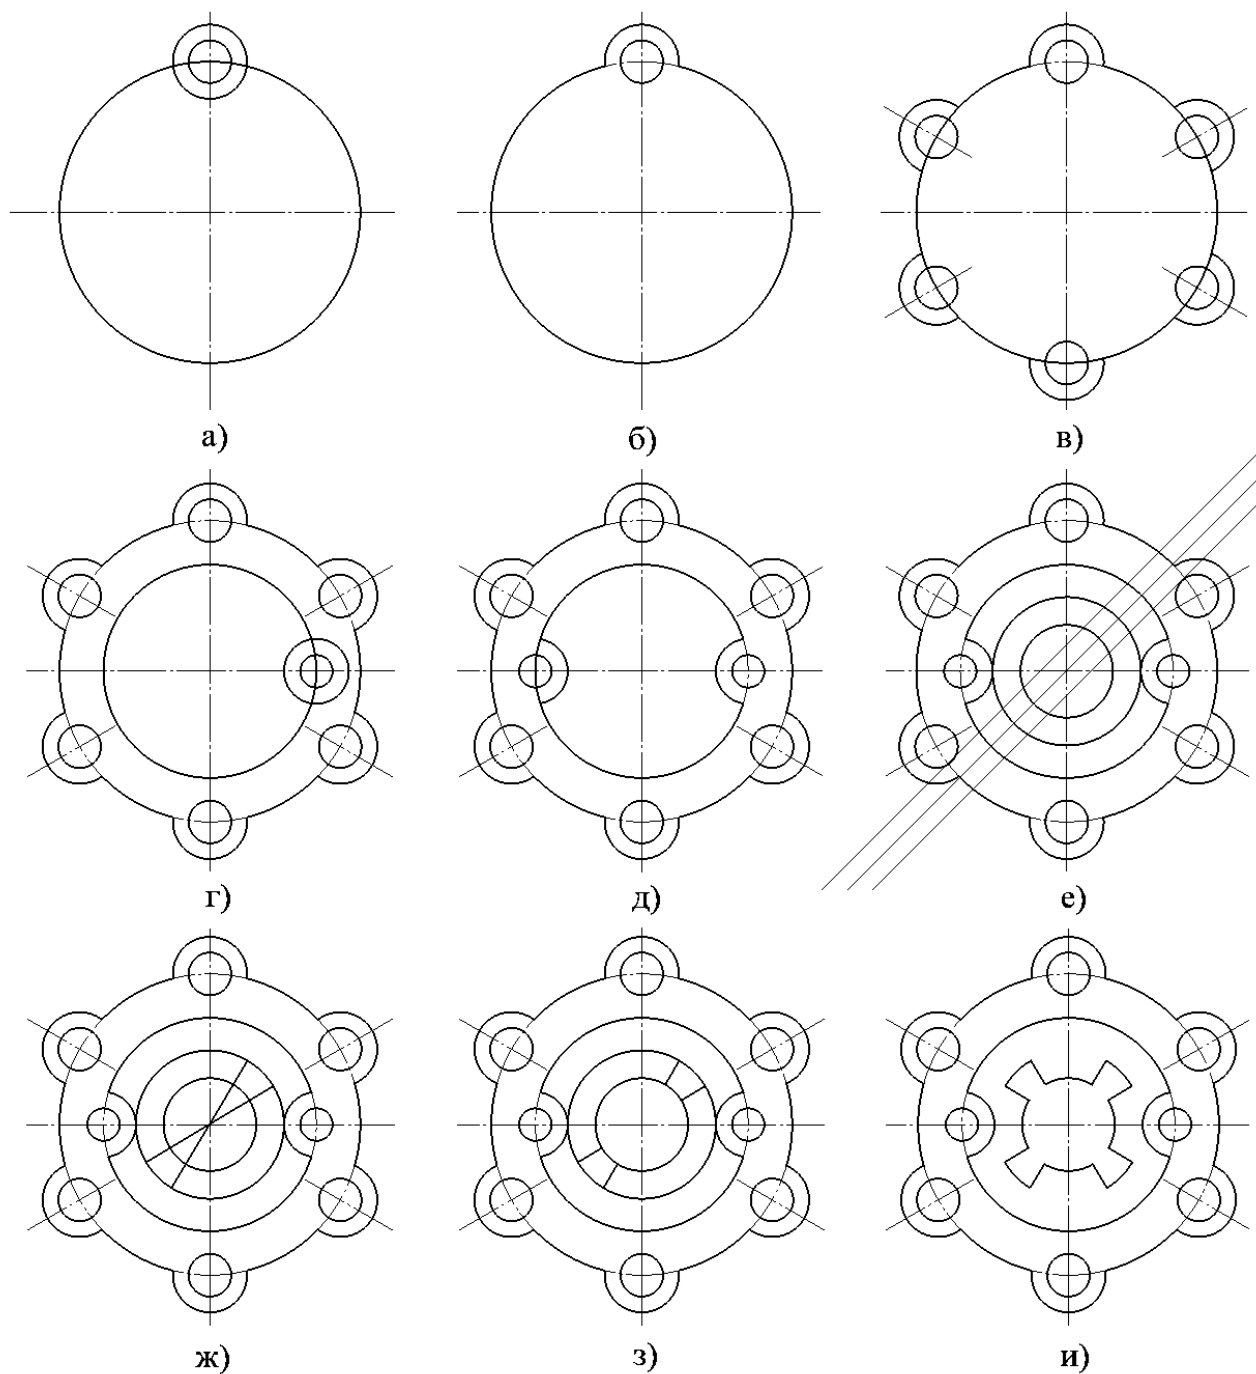

Рисунок 20 – Последовательность выполнения задания
5. Для обрезки лишних линий вызовите команду «Усечь кривую» на инструментальной панели «Редактирование» и укажите обрезаемые части кривых (рисунок 20б).
7. Создайте три окружности диаметром 92 мм, диаметром 14 мм и радиусом 14 мм (рисунок 20г).
10. Через точки пересечения вспомогательных прямых с окружностью диаметром 64 мм, постройте два отрезка, пересекающихся в центре больших окружностей, используя команду «Отрезок» (рисунок 20ж).
Используя команду «Усечь кривую», обрежьте лишние фрагменты отрезков (рисунок 20з).
11. Выделите четыре полученных отрезка и отразите их зеркально относительно вертикальной оси с помощью команды «Правка» $\Rightarrow$ «Зеркально отразить» (рисунок 20и).